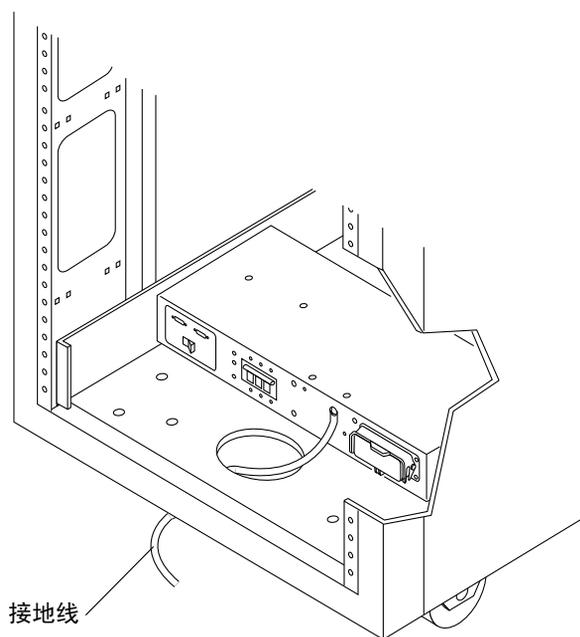

图 B-4 将接地线连接到前电源序列发生器
3. 将接地线的另一端连接到扩充机柜中的前电源序列发生器（图 B-4）。